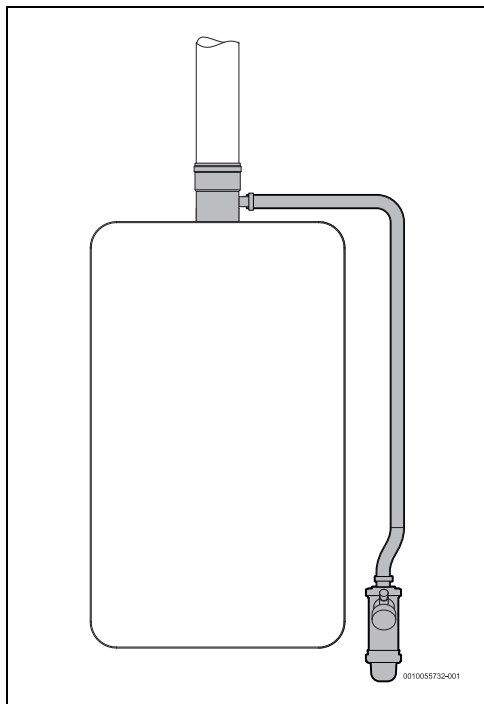

Fig. 16 Siphon des condensats (gaine technique verticale)
- La gaine technique est verticale (fig. 16), ou